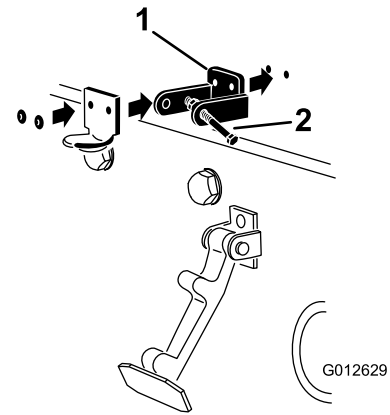

Figura 8
4. Alinee los taladros de montaje y posicione el cierre de seguridad para CE y el enganche del cierre sobre el capó (Figura 8).
6. Remache el seguro de cierre, el cerradero y las arandelas al capó (Figura 8).